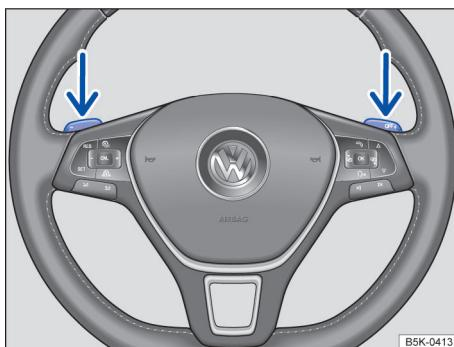

Fig. 86 Volante com seletores basculantes do Tiptronic.
- Puxar o seletor basculante direito → Fig. 86 na direção do volante para aumentar a marcha.